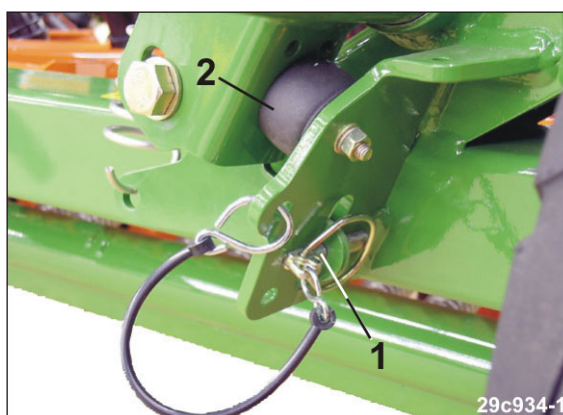

Fig. 173
- 4.1 Trykk markørutliggeren mot gummibufferen (Fig. 173/2) og sikre den med en låsesplint (Fig. 173/1).